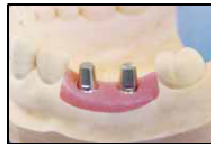

図 1
- (1) 作業模型にリジッドラボアナログ（※）又は GS トランスファーアバットメント（※）を配置する（図 1）。